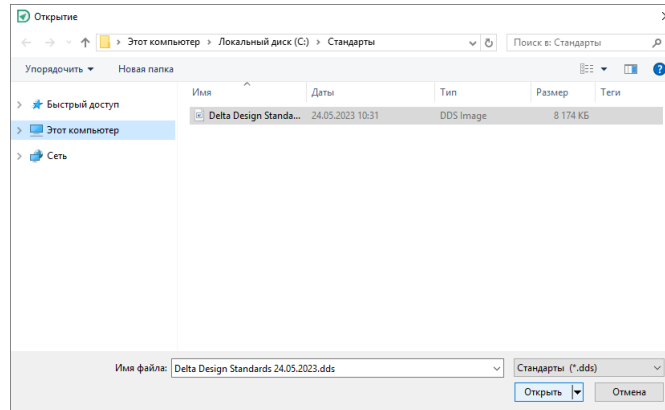

Рис. 18 Выбор импортируемого файла
4. В окне проводника выберите файл, Рис. 18.